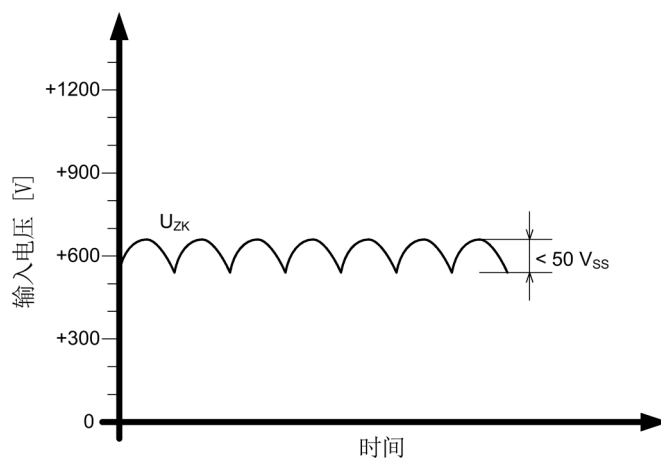
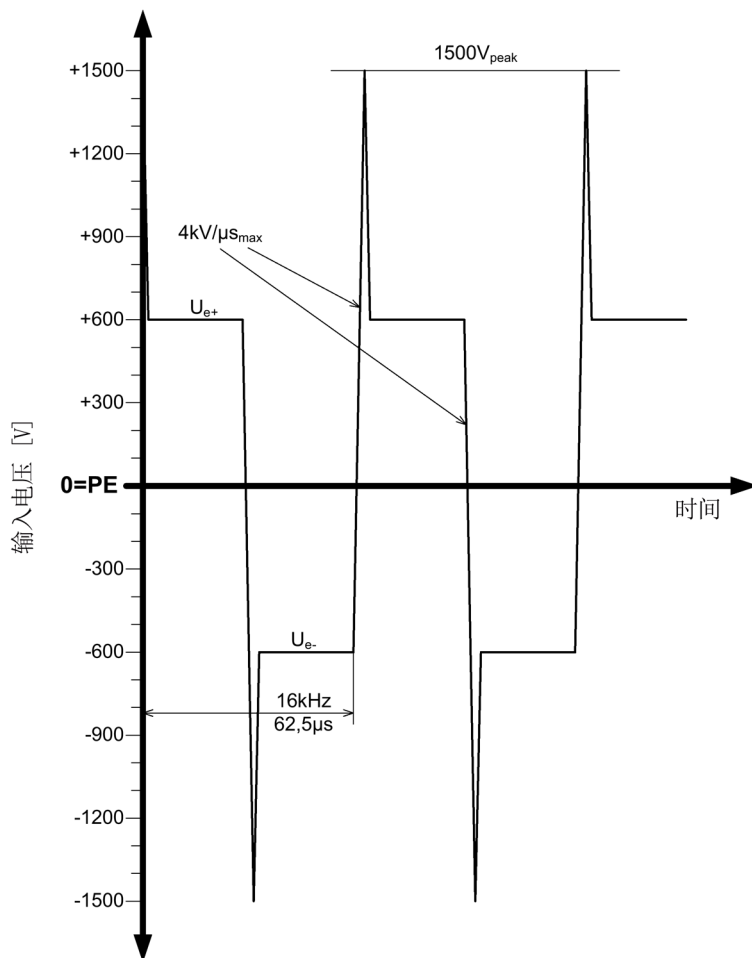

图 6-3 波纹输入电压
图 6-4 电压上升率
• 注释	产品阶段 1： 自大约 400 V 起启动； 200 ... 300 V 和 820 ... 900 V 时需要降容，（参见 图 6-1 产品阶段 1 的输入范围降容 (页 28) 自产品阶段 2 起： 自大约 340 V 起启动； 300 ... 400 V 和 824 ... 900 V 时需要降容，（参见图 6-2 自产品阶段 2 起的输入范围降容 (页 29) ,图 6-3 波纹输入电压 (页 29) 图 6-4 电压上升率 (页 30)